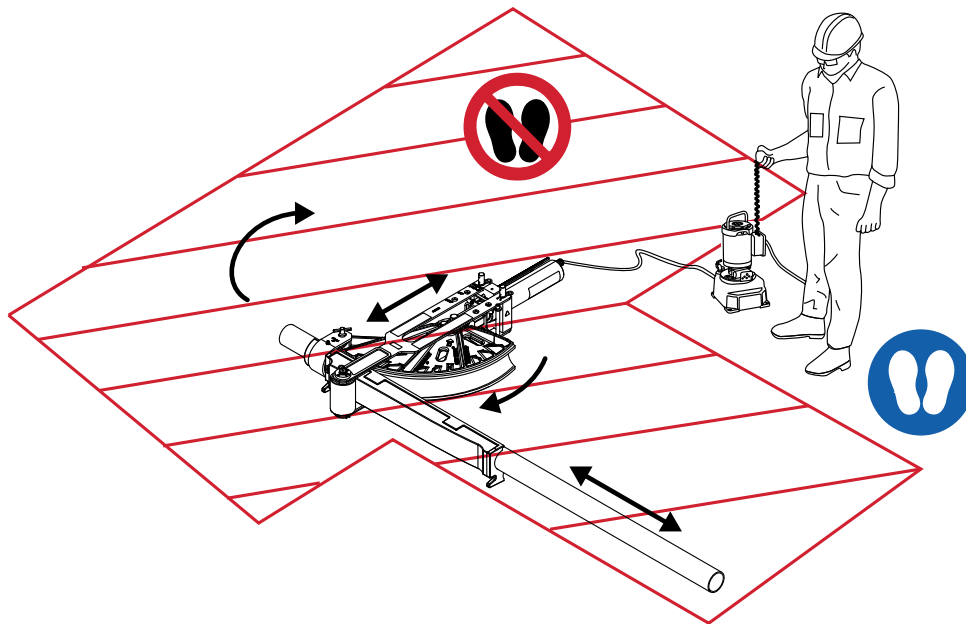

Figure 14
22. Adopter une position de travail appropriée où on ne se trouve pas dans la trajectoire du conduit ou du vérin et où on peut voir clairement la graduation et la pompe de la cintreuse. (Fig. 14)